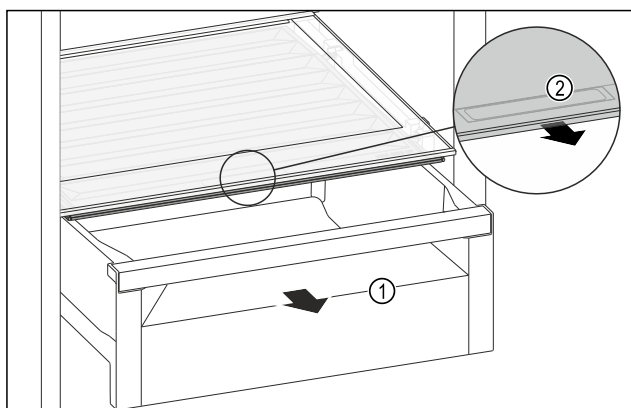

Fig. 171
- ▶ Zásuvku Fig. 171 (1) vytáhněte.
- ▶ Uchopte prohlubeň pro rukojeť Fig. 171 (2) na víku zásuvky a současně zatáhněte za víko zásuvky směrem dopředu.